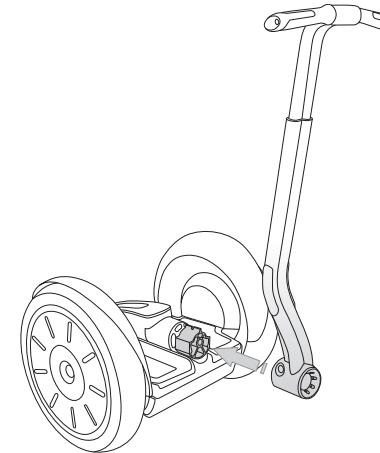

**Figura 2.** Sgancio del montante LeanSteer dallo snodo della piattaforma
3. Piegare il montante LeanSteer completamente a sinistra e destra per allentarlo. Si potrebbero avvertire degli scatti mentre il gruppo dei morsetti a cuneo si sgancia dallo snodo della piattaforma. Vedere la Figura 2.